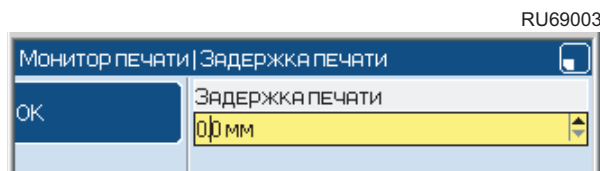

Рис. 1-8. Снятие выделения
Вертикальная линия, показанная на Рис. 1-8 – это курсор. Курсор показывает ваше текущее положение в поле. Для перемещения курсора нажмите клавишу со стрелкой влево или вправо. Теперь вы можете добавлять или вставлять отдельные символы, или использовать клавишу [backspace] для удаления отдельного символа.
- Вы также можете использовать клавиши со стрелками вверх и вниз для увеличения или уменьшения значений в некоторых текстовых полях. Данный тип поля отличают индикаторы в виде стрелок, расположенные в правой части поля (см. Рис. 1-8).